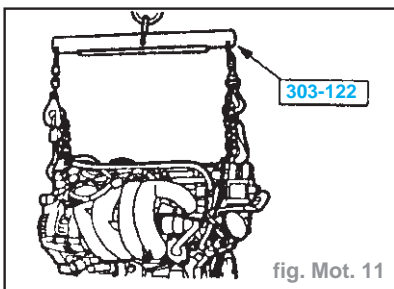

fig. Mot. 11
- Suspendre le moteur à une grue d'atelier à l'aide de l'outil spécial (fig. Mot. 11).